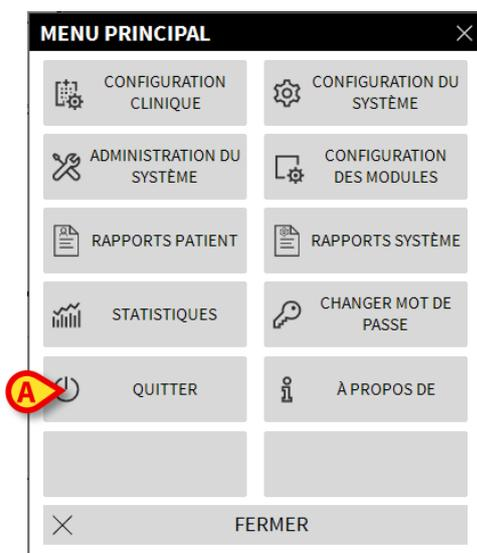

Fig 40
Le bouton Quitter sur le menu principal de DIGISTAT® (Fig 40 **A**) permet de quitter l'environnement de DIGISTAT®. Pour quitter DIGISTAT®:
Le menu principal de DIGISTAT® s'ouvrira (Fig 40).
- Cliquez le bouton **Quitter** (Fig 40 **A**)